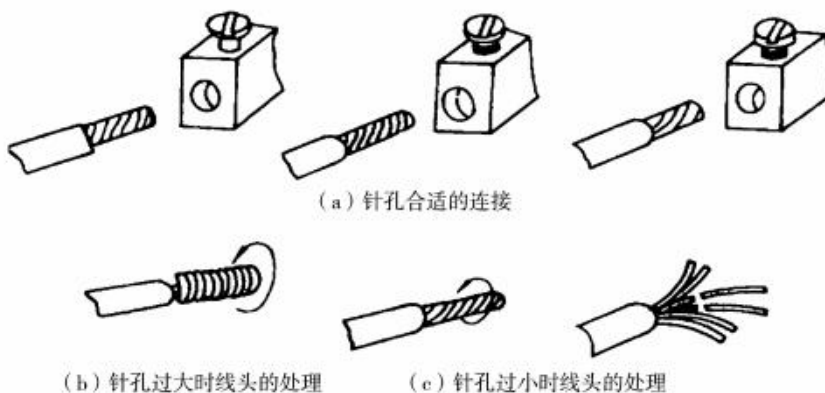

图 1-25 多股芯线与针孔接线柱连接
(2) 在针孔接线柱上连接多股芯线时,应该用钢丝钳将多股芯线进一步绞紧,以保证压紧螺钉顶压时不致松散。注意针孔和线头的大小应尽可能配合,如图 1-25(a)所示。如果针孔过大,可选一根直径大小相宜的铝导线做绑扎线,在已绞紧的线头上紧密缠绕一层,使线头大小与针孔合适后再进行压接,如图 1-25(b)所示。如线头过大,插不进针孔时,可将线头散开,适量减去中间几股。通常 7 股可剪去 1、2 股,19 股可剪去 1~7 股,然后将线头绞紧,进行压接,如图 1-25(c)所示。